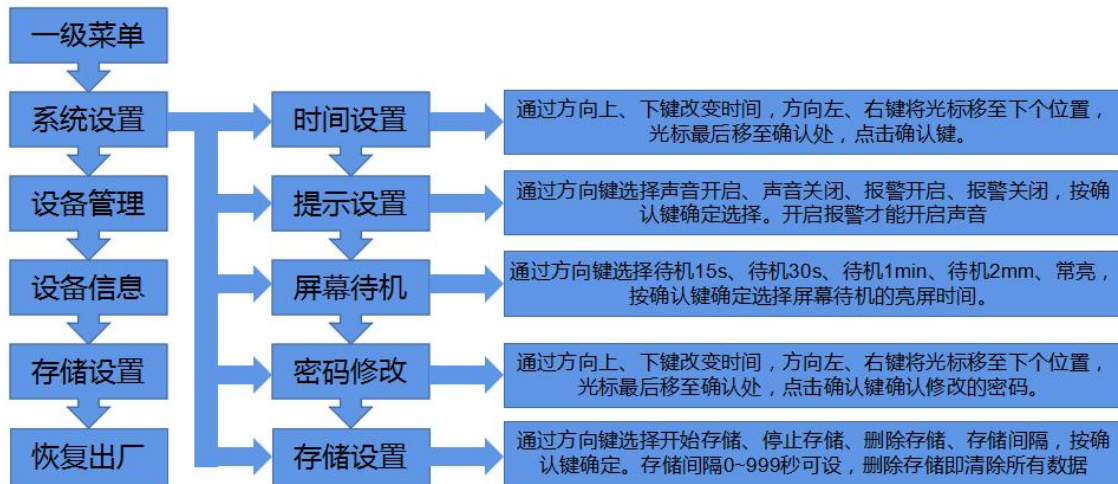

图 1
2. 主页面短按确认键，进入密码界面，密码默认 0000，按循环键将光标移动至确认，单击确认键进入菜单界面。如图 1 所示：